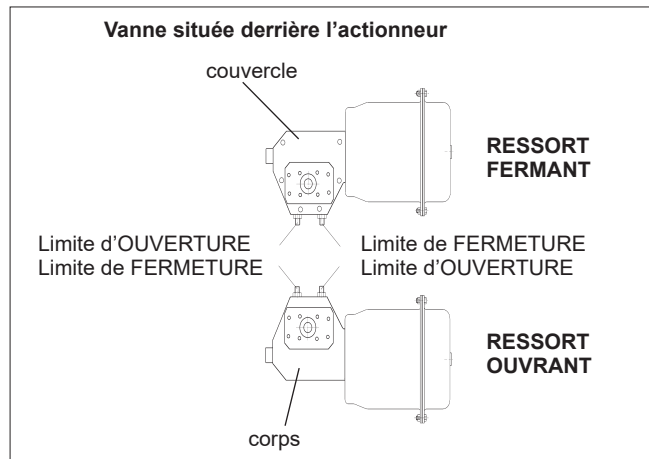

Fig. 20 Installation d'un actionneur Quadra-Powr et réglage des limites d'ouverture et fermeture
- L'actionneur Quadra-Powr peut être utilisé pour les applications « ressort fermant » ou « ressort ouvrant » selon sa position d'installation. La Fig. 20 indique les positions d'installation pour les deux options.
- Régalez les limites d'ouverture et de fermeture de la vanne à l'aide des vis situées sur le côté de l'actionneur. N'oubliez pas de serrer les écrous de blocage. Cf. Fig. 20. **Gardez toujours les doigts hors du passage de la vanne !**
- Réglez les limites d'ouverture et de fermeture de la vanne à l'aide des vis situées sur le côté de l'actionneur. N'oubliez pas de serrer les écrous de blocage. Cf. Fig. 20. **Gardez toujours les doigts hors du passage de la vanne !**